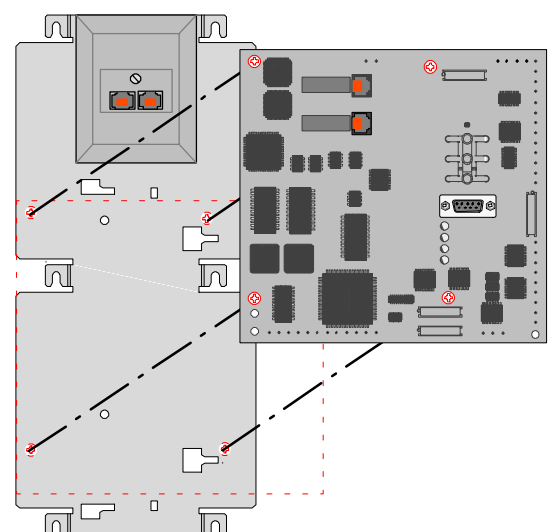

Bild 9 Befestigung des ISDN-Modems
Die AT 2000 ISDN wird mit den vier Schrauben aus dem Einbausatz entsprechend der Beschreibung (Bild 9) auf der Montageplatte befestigt. Einbaulage beachten!
- Markieren Sie die vier Bohrungen der AT 2000 ISDN entsprechend der Beschreibung (Bild 9).
- Schrauben Sie die AT 2000 ISDN mit den Abstandhaltern aus dem Einbausatz im Abstand von 0,5 cm an der Montageplatte fest (Bild 9).